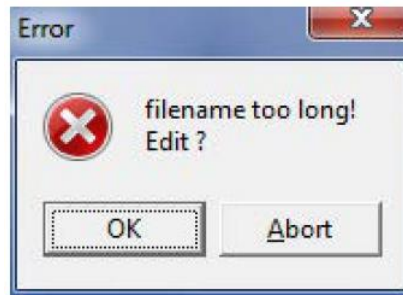

Рисунок 12
1.2.11 Подтвердите появившееся сообщение об ошибке, нажав на «ОК» (рисунок 12).